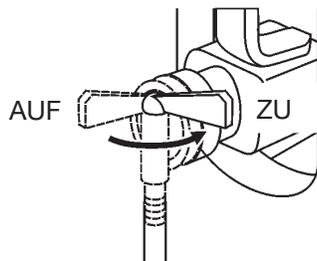

Abb. 43. Hahn des mitgeführten Wassertanks
3. Die Wasserversorgung einschalten (Abb. 43).